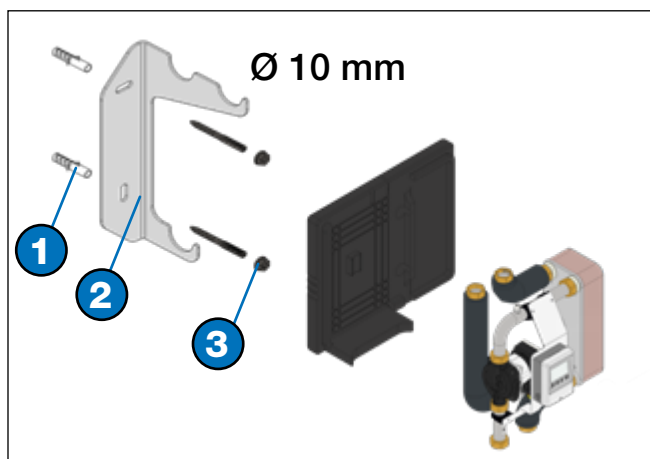

Abb. 8-3: Frischwasserstation Wandmontage
- Bei Handlungsschritten 4-7 die Abb. 8-3 beachten.
5. Stockschrauben (3) in die Dübel einschrauben.